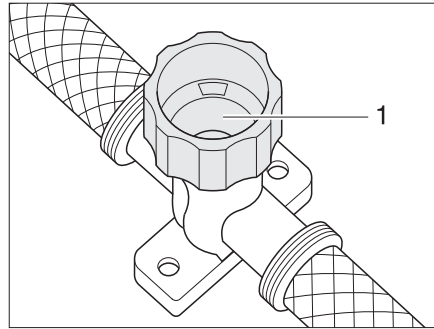

Fig. 135 Robinet de vidange pour Therme
- Fermer le robinet de vidange. Tourner pour cela le capuchon (Fig. 135,1) dans le sens des aiguilles d'une montre.
- Ouvrir le robinet de vidange du Therme. Tourner pour cela le capuchon (Fig. 135,1) dans le sens inverse des aiguilles d'une montre.